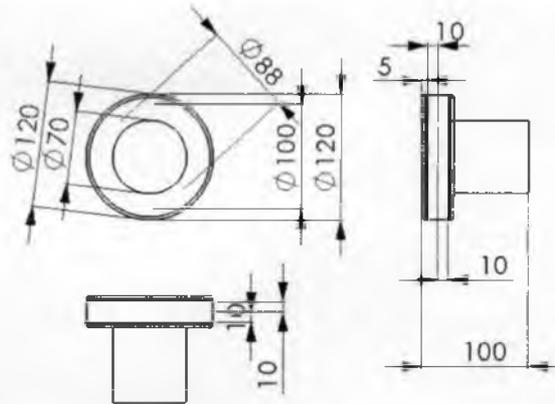

Рис. 12. Импортирование размеров из модели.
4. Перетащите размеры в положение, как показано на рис. 12.